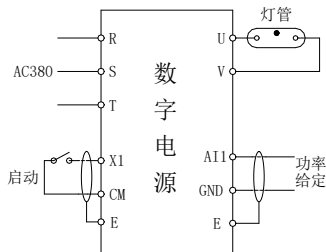

图 6-2 外部端子简单接线图
- 1、 电气连接：R、S、T 接三相 380V 交流电源、UV 端子接灯管如上图 6-2